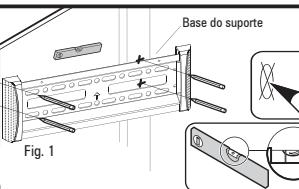

Fig. 1
- * Posicione a Base do suporte sobre a parede e utilizando o nível bolha integrado, marque 04 pontos para fixação (02 na parte superior e 02 na parte inferior) (Fig. 1).